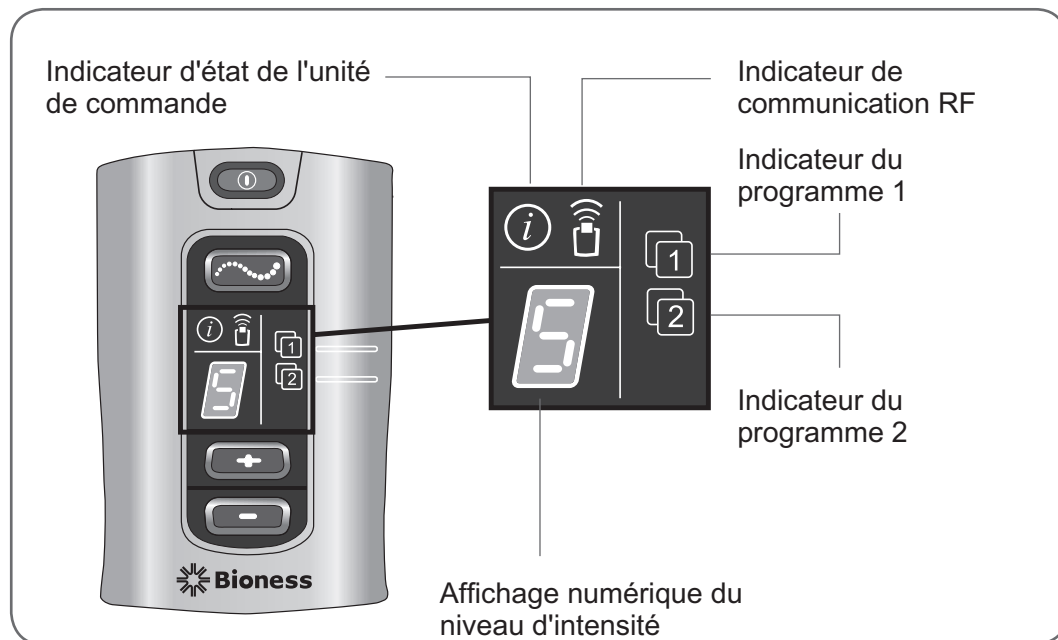

Figure 6-2 : Indicateurs et affichage numérique de l'unité de commande H200 Wireless.
- Un affichage numérique. Reportez-vous à la Figure 6-2.